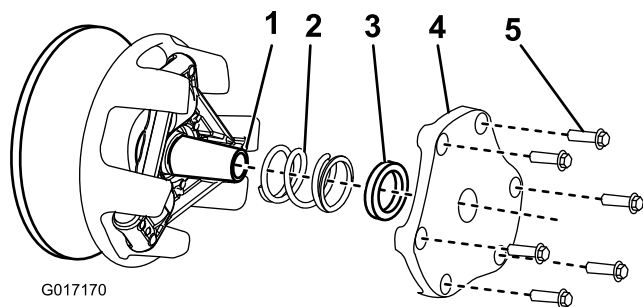

Figura 51
4. Aparte la tapa, el espaciador y el muelle (Figura 51).